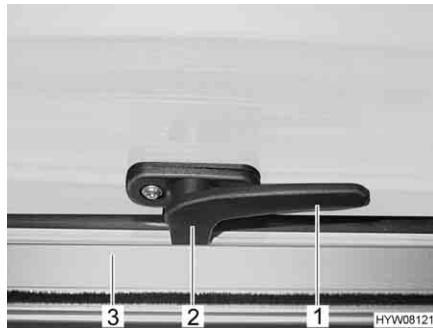

Fig. 47 Leva di serraggio in posizione "Chiuso"
Apertura: ■ Ruotare la leva di serraggio (Fig. 47,1) di un quarto di giro verso il centro della finestra.
■ Ruotare la leva di serraggio (Fig. 47,1) di un quarto di giro verso il telaio della finestra. Il nasello di chiusura (Fig. 47,2) si trova sul lato interno della chiusura della finestra (Fig. 47,3).